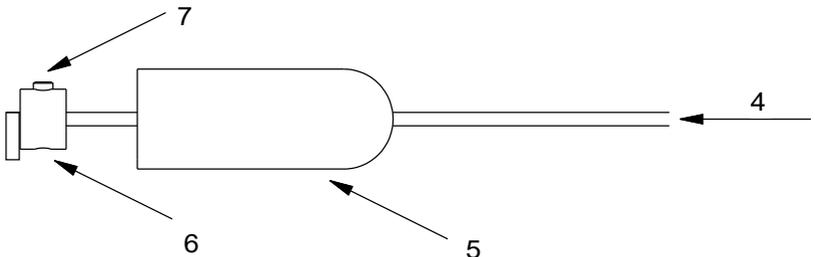

Abb. 21: Befestigung der Schrauben
- » Führen Sie den Tuchstützdraht (4 – Abb. 21) durch die Spanner (5 – Abb. 21) in die Drahtklemmen (6 – Abb. 21). Zur Rutschsicherung legen Sie das Ende des Drahtes 90° um.
- » Drehen Sie die Klemmschrauben (7 – Abb. 21) mit einem 2mm Innensechskantschlüssel fest.